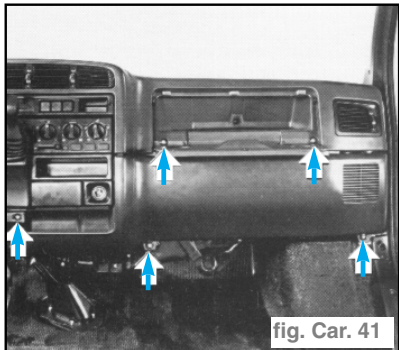

fig. Car. 41
- Ouvrir la boîte à gants et dévisser les vis de fixation du revêtement inférieur du tableau de bord côté passager. (fig. Car. 41)